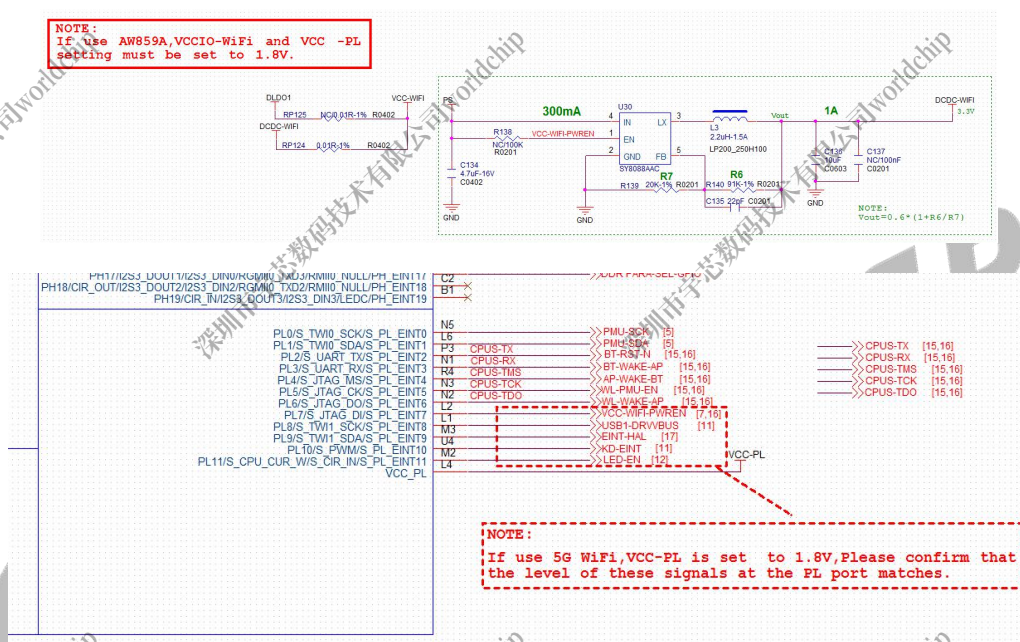

图 2-41 WiFi 工作电压电流标注
- 5G WiFi 模组 AW859A 不支持宽电压输入，使用 AXP707 方案设计时候，需要外挂 DCDC 给 VCC-WiFi 供 3.3V 的电压，并且 AW859A 的 VCCIO-WiFi 电压必须是 1.8V，由 DLDO1 供电。另外，VCC-PL 口电压也需要改成 1.8V，对应需要确认挂在 PL 口上 IO 信号电平是否满足，如图 2-41 所示：